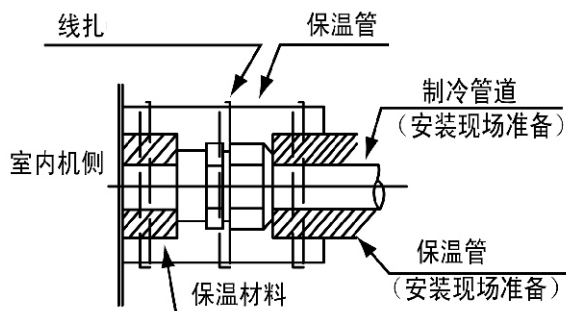

图6.3 管的保温
(5) 室外机配管可以通过前、后、右侧配管盖上的敲破孔或直接穿过底板的配管孔。从室外机上卸下配管盖，用螺丝刀和锤子沿着引导线敲下敲破孔，然后修齐孔的边缘，并装上绝缘套（现场提供）保护配管和配线。
(6) 连接完制冷剂管后，用工厂提供的保温管将制冷管道保温。见图6.3。